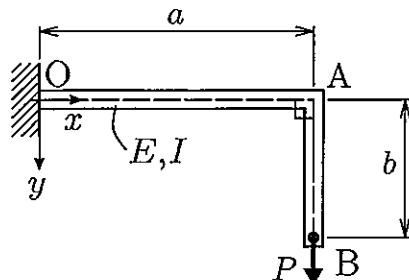
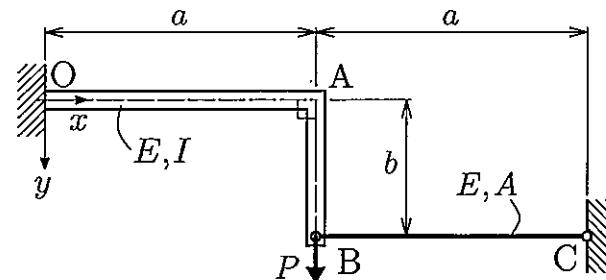

図1
図2
- (1) 図1に示すように、点Aで直角に折れ曲がったはりOABがある。はりOABは点Oで壁に固定されている。このはりのヤング率はE、断面二次モーメントはIである。点Bに下向きの荷重Pが作用するとき、点Bの水平方向変位 δ_{BH} および垂直方向変位 δ_{BV} を求めよ。ただし、はりOABの長手方向伸びは曲げ変形に比べ十分小さく、無視できるものとする。
- (2) 図1のはりOABを補強するため、図2に示すように針金BCを取り付けた。針金BCはヤング率E、断面積Aである。点Bに下向きの荷重Pが作用するとき、針金BCに作用する力を求めよ。ただし、はりOABの長手方向伸びは曲げ変形に比べ十分小さく、無視できるものとする。